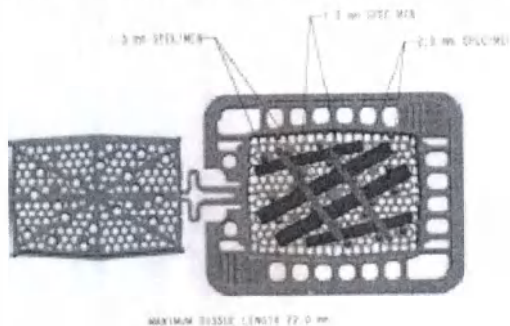
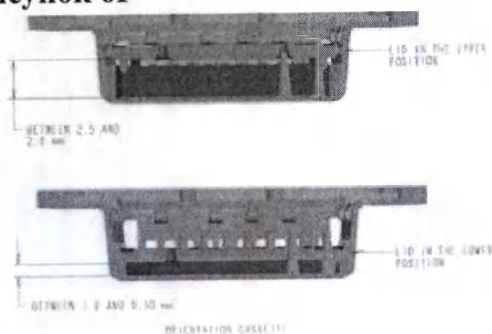

Рисунок 6I
Рисунок 6J
2. Положив кассету на плоскую поверхность, разместите ткани в центре кассеты между выступами с критической поверхностью ткани на дне. Оставьте по крайней мере 2 мм пространства с обеих сторон образцов ткани (рис. 6I). Приведите крышку вперед на ткань в кассете, используя пинцет или пальцы до тех пор, пока крышка ляжет на все четыре угла и зафиксируется на месте. Крышка имеет отверстия, позволяющие выступам скользить через них (рис. 6J).